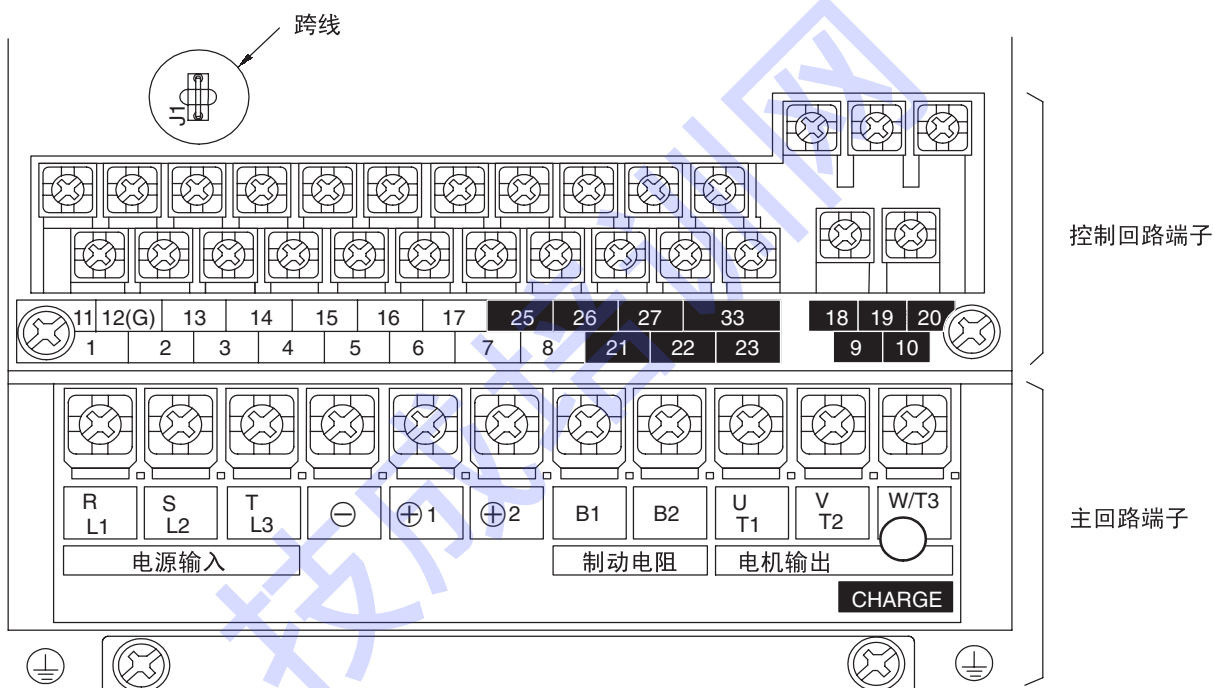

图 6.1 200V 级 0.4kW 的变频器的端子配置
- 作为使用电压输入端子的场合 (设定值 0 或 1), 请切断控制基板上的跨线 J1 (参照图 6.1) 不切断跨线而输入电压, 会烧坏输入电阻。